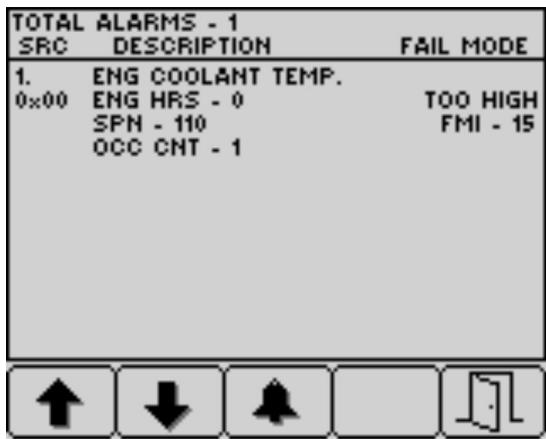

Figure 36
- Appuyez sur le bouton 5 pour quitter la liste des anomalies actives et revenir à l'écran d'accueil (Figure 36).
- Appuyez sur le bouton 5 pour quitter la liste des anomalies actives et revenir à l'écran d'accueil; voir Figure 36 sous **Messages d'avertissement du moteur (page 36)**.